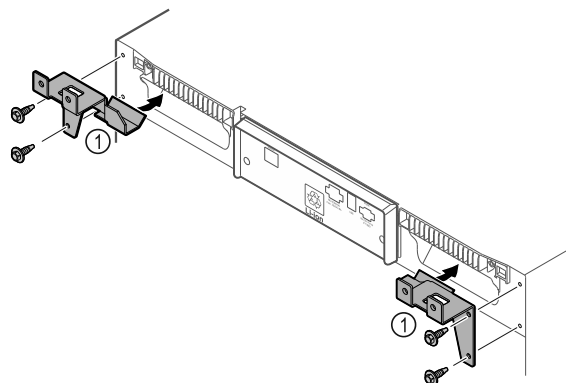

Fig. 9
- ▶ Pomocí přiložených šroubů namontuje na spotřebič přídržné díly Fig. 9 (1).